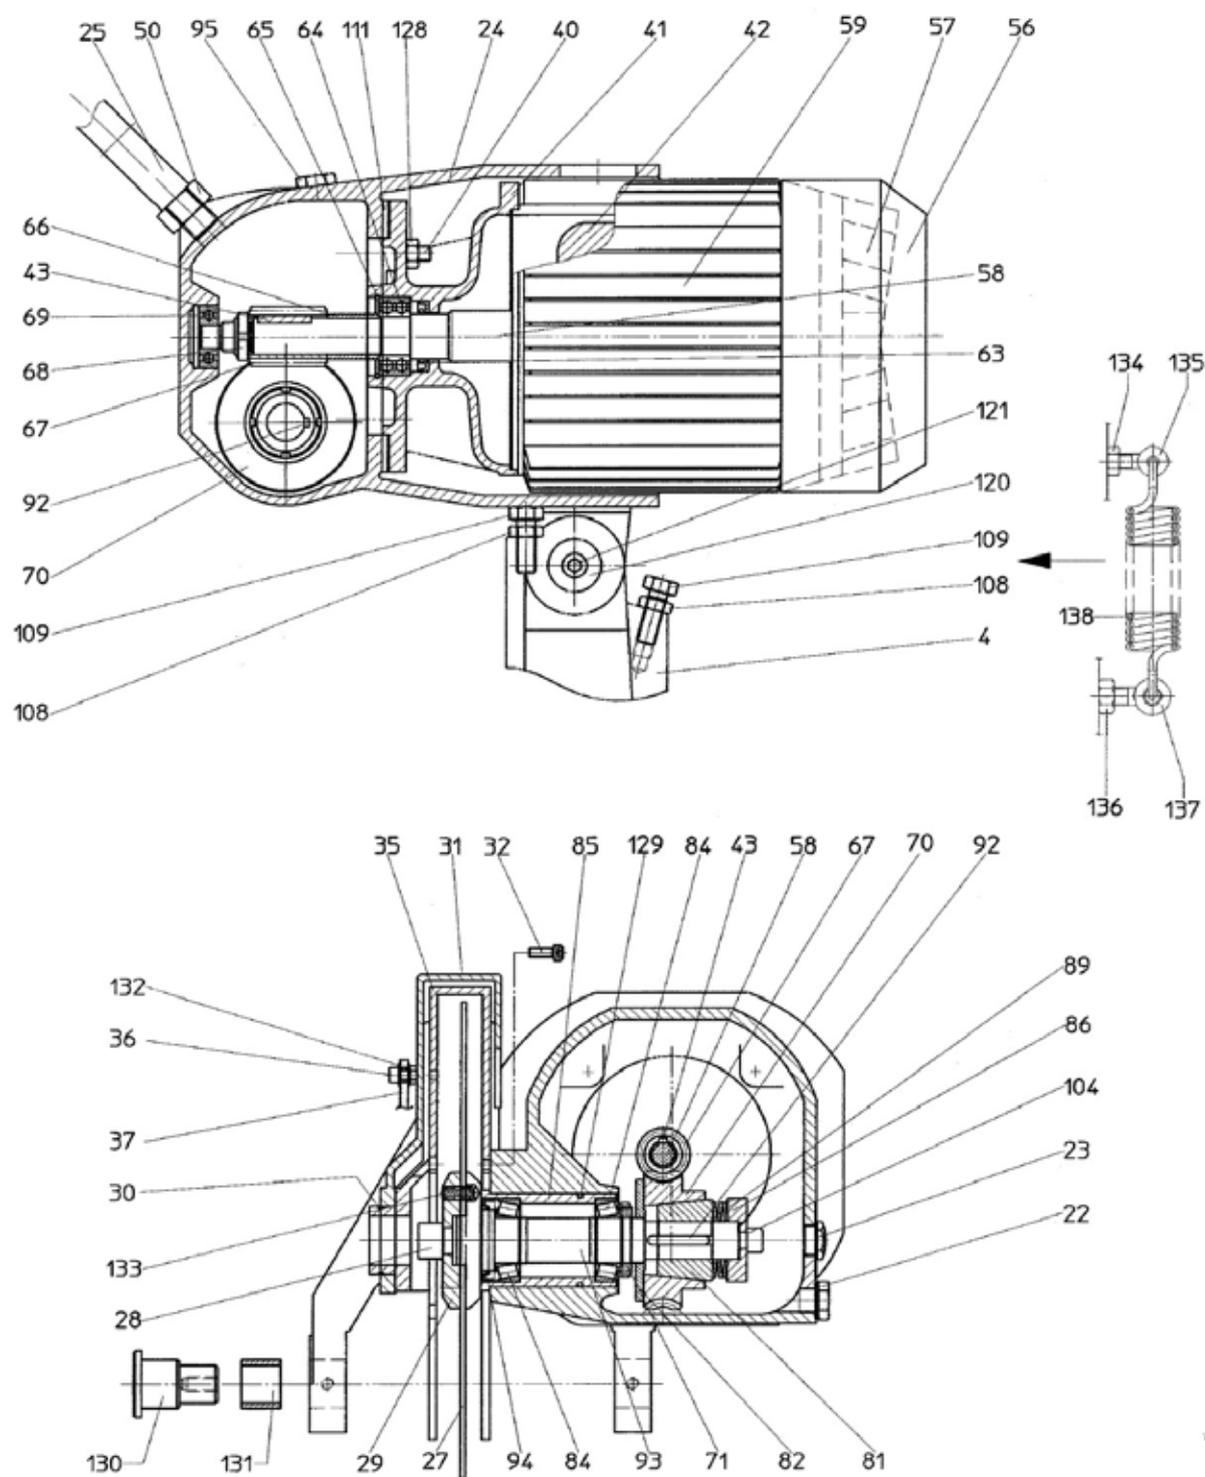

Fig. 14 Dessin des pièces détachées 3 - MKS 315 R / MKS 316 R
1. Dévissez les bouchons (Fig. 14, 95 et 22) et laissez couler l'huile usagée dans un récipient adapté.
2. Remettez le bouchon (Fig. 14, 22).
3. Versez de l'huile de transmission (0,2 l) dans l'ouverture de remplissage et refermez le bouchon (Fig. 14, 92).